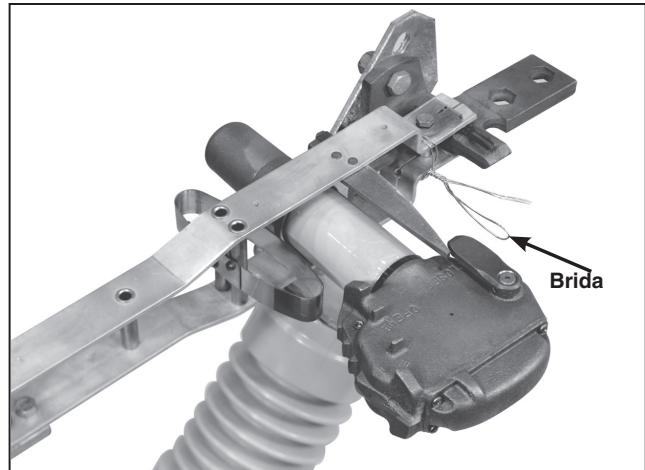

Figura 6. Amarre la cuchilla del interruptor a los contactos principales.
**PASO 4.** Para minimizar los tardados ajustes finales, asegúrese que el interruptor esté completamente cerrado. Sujete las cuchillas del interruptor al ensamble del contacto estacionario principal. Vea la Figura 6.